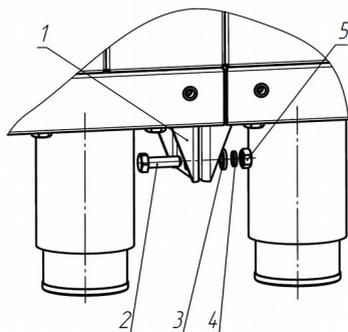

Рисунок 2
2.2.5 Для скрепления изделий между собой необходимо установить кронштейны 1, см. рисунок 2. Для этого необходимо открутить крайние с торцов модуля болты крепления ножек, установить кронштейны на фланцы ножек и закрепить их болтами. После выравнивания модулей линии раздачи необходимо закрепить соседние между собой болтами 2 с шайбами 3, 4 и гайками 5 через отверстия в кронштейнах.